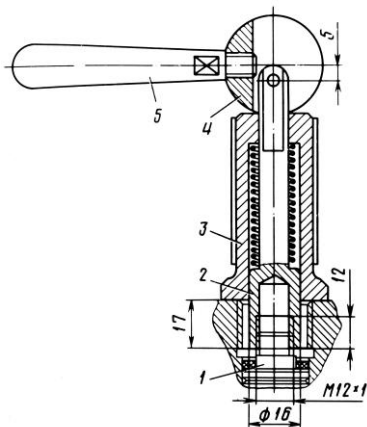
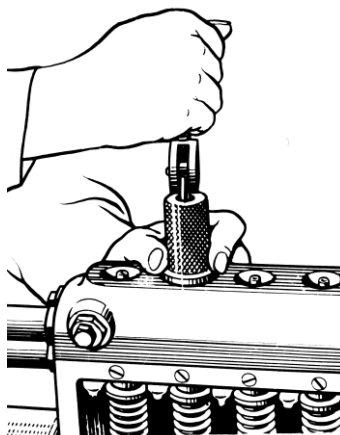

Рис. 93. Съемник седла нагнетательного клапана:
Рис. 94. Снятие седла нагнетательного клапана
3. Снять конtringящие сухари, вывернуть штуцеры и специальным съемником (рис. 93) извлечь из корпуса насоса седла вместе с нагнетательными клапанами. Для снятия навернуть оправку 2 съемника на резьбу седла 1 нагнетательного клапана до упора втулки 3 в корпус насоса. Поворачивая эксцентрик съемника вверх, извлечь седло нагнетательного клапана (рис. 94).